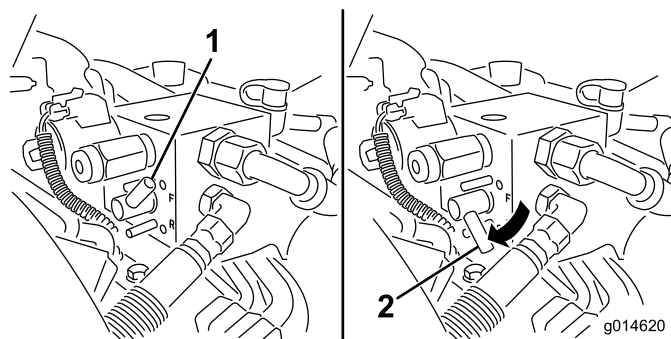

Figura 54
5. Rode a alavanca de rectificação para a posição "R" (Figura 54).